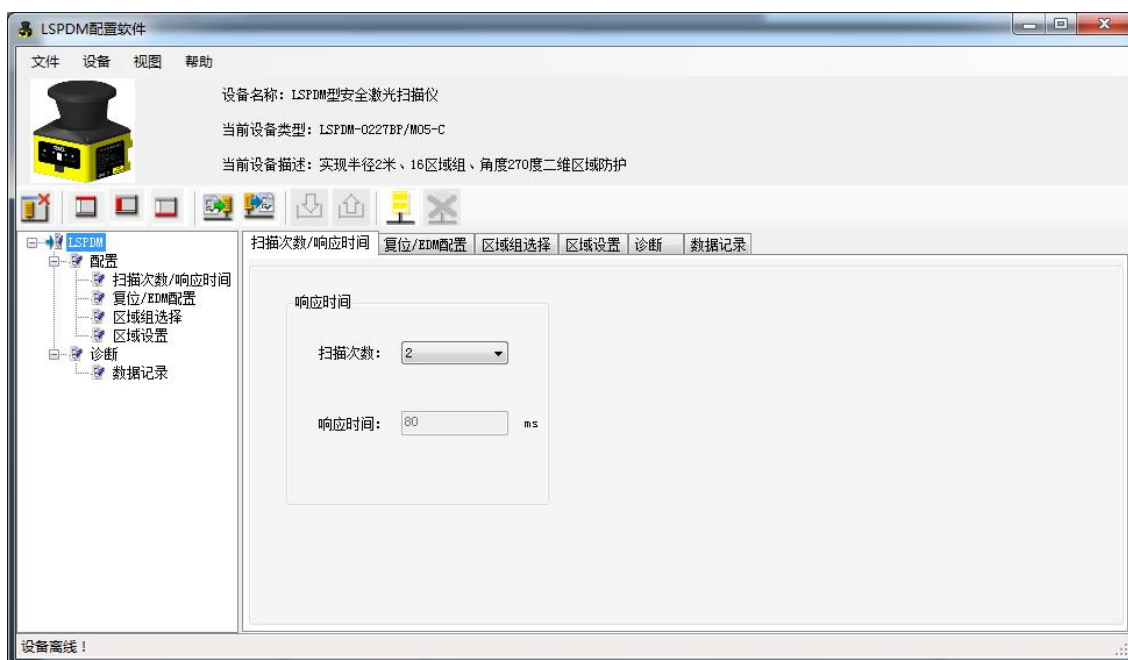

图 1.3.1 软件首次启动设备类型选择窗口
- LSPDM 配置软件将启动。软件首次启动后将进入如图 1.3.1 所示界面。